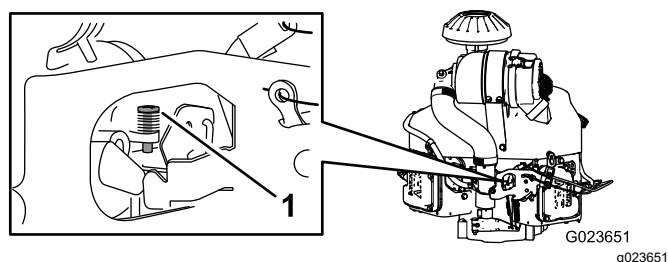

Figure 71
4. Ajustez la vis d'arrêt sur le carburateur (Figure 71) pour régler le régime de ralenti entre 1 350 et 1 550 tr/min.